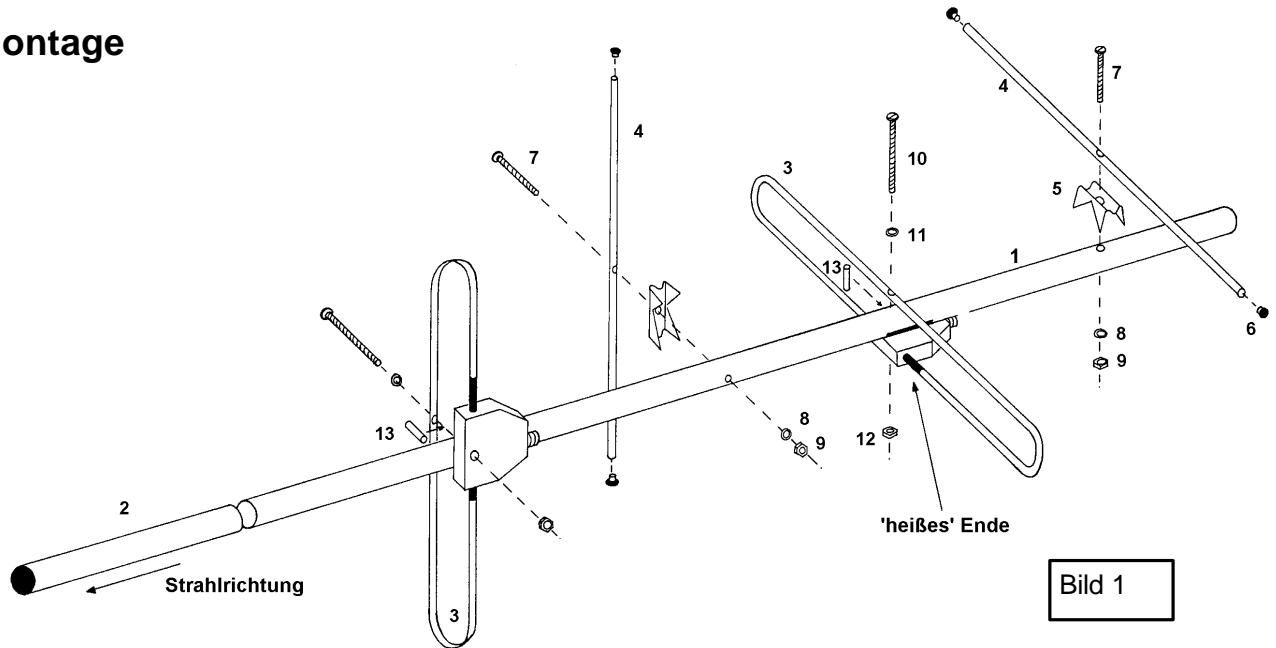
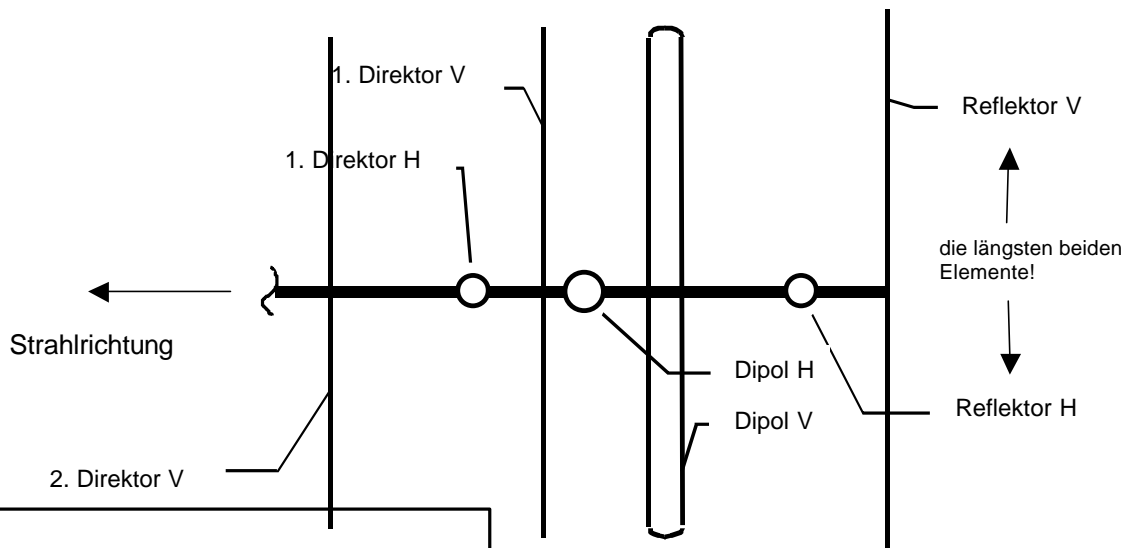

Bild 1
Bild 4
- Reihenfolge der Elemente: bei den 2m-Kreuzyagis wie Bild 4, bei den 70cm-Kreuzyagis wie in Bild 1.
Bitte darauf achten, daß die Dipole genau wie in Bild 1 gezeigt montiert werden (Lage der Anschlußkästen beachten). Wenn einer der Dipole falsch eingebaut wird, erreicht man linksdrehende statt rechtsdrehende Polarisierung. Abhängig von der Polarisierung der Gegenstation kann sich durch diesen Fehler eine Zusatzdämpfung von weit über 10 dB ergeben!